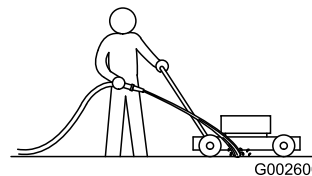

Figure 42
1. Mettez le moteur en marche lorsque la tondeuse se trouve sur une surface revêtue plane et dirigez un jet d'eau devant la roue arrière **droite** (Figure 42).